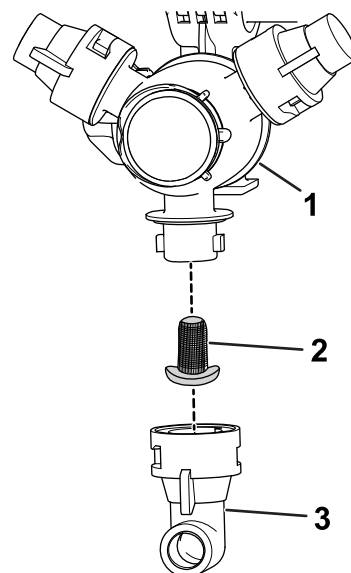

Figure 91
2. Déposez la buse de la tourelle de pulvérisation (Figure 91).
3. Déposez le filtre de buse (Figure 91).
5. Montez le filtre de buse (Figure 91).
6. Montez la buse sur la tourelle de pulvérisation (Figure 91).